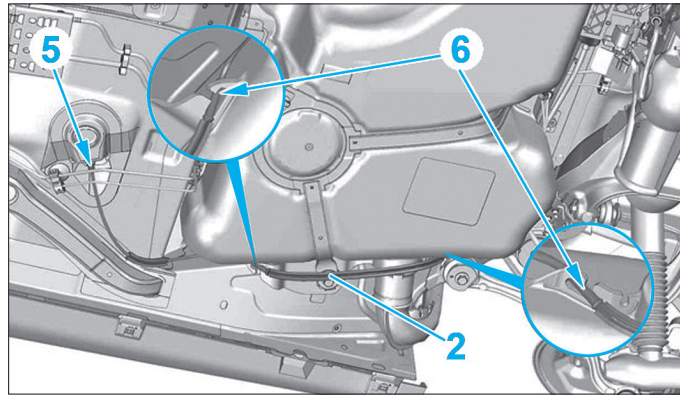
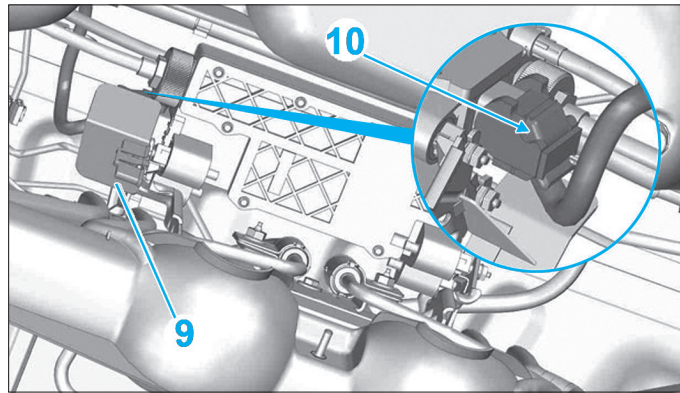
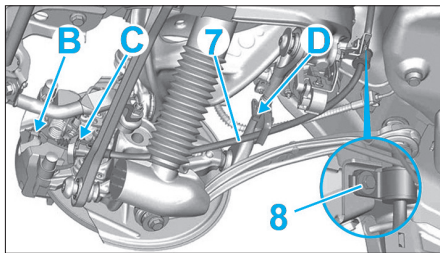

Fig. 55
Fig. 57
Fig. 56
- Extraire le câble de déverrouillage manuel (2) du frein de stationnement à commande électrique de son logement en (5) (**Fig.55**).
- Dégrafer le câble de déverrouillage manuel (2) du frein de stationnement à commande électrique du réservoir de carburant en (6).
- Désaccoupler le câble de frein de stationnement de son logement (7) en (B) (**Fig.56**).
- Dégrafer les guides du câble de frein de stationnement (7) en (C) et (D).
- Déposer la vis (8).
- Dégager des guides le câble de frein de stationnement (7).
- Déposer le cache (9). (**Fig.57**).
- Débrancher le connecteur (10).